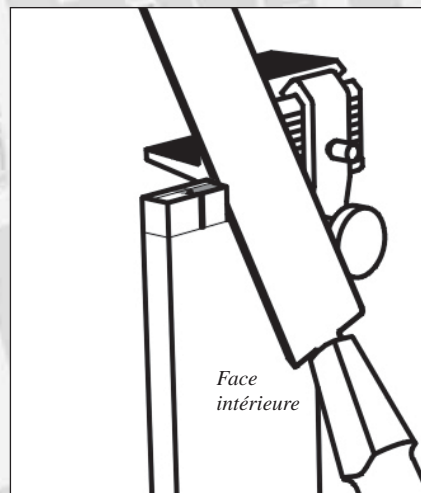

FIGURE 25 : Découpe des queues femelles, remarquez l'angle de la scie.
6. Positionnez la scie inclinée comme sur la figure 25. Notez que le frottement des dents va légèrement rayer les patins anti friction. Pour maintenir un grand degré de précision pour les queues traversantes, ces patins sont des pièces d'usure et peuvent être remplacés.